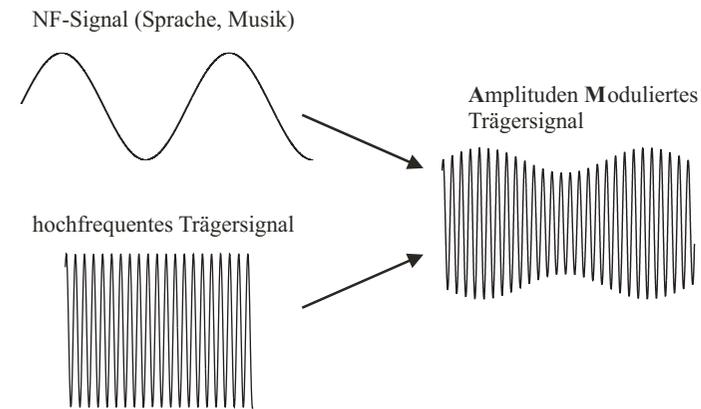

Abbildung 19: *Prinzip der Amplitudenmodulation.*
Bei der Rundfunkübertragung werden verschiedene Modulationsverfahren eingesetzt. Die im analogen Bereich wichtigsten Verfahren sind die Amplitudenmodulation (AM) und die Frequenzmodulation (FM). Wir wollen hier nur auf die Amplitudenmodulation eingehen, die bei Mittel- und Kurzwellensendern eingesetzt wird. Bei diesem Verfahren wird die **Amplitude** eines hochfrequenten Trägersignals (HF-Signals) im „Takt“ des zu übertragenden NF-Signals verändert (moduliert). Das Prinzip ist in Abbildung 19 skizziert. Mathematisch lässt sich das durch eine Multiplikation des Nutzsignals mit der Trägerschwingung beschreiben. Das resultierende amplitudenmodulierte Hochfrequenzsignal enthält die gesamte Information des NF-Signals und lässt sich über eine Antenne abstrahlen.